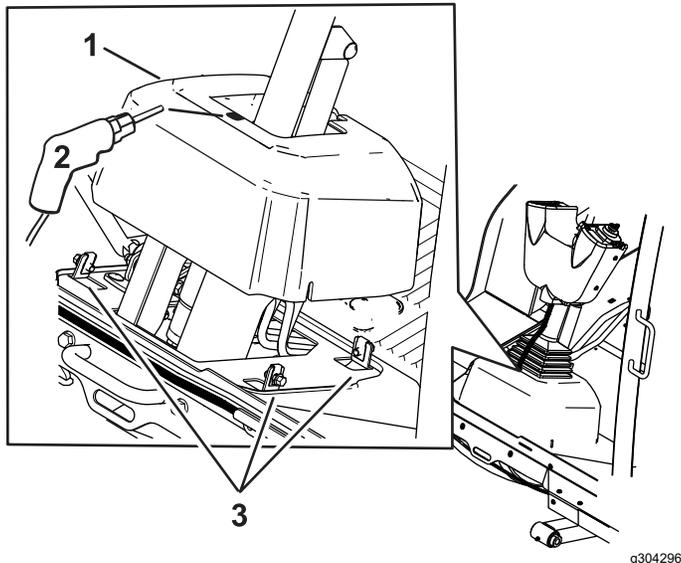

Figura 8
8. Afloje los pernos alrededor de la base de la columna de dirección (**Figura 8**).
9. Eleve la base y realice un taladro de 22 mm, tal y como se muestra en la **Figura 8**.